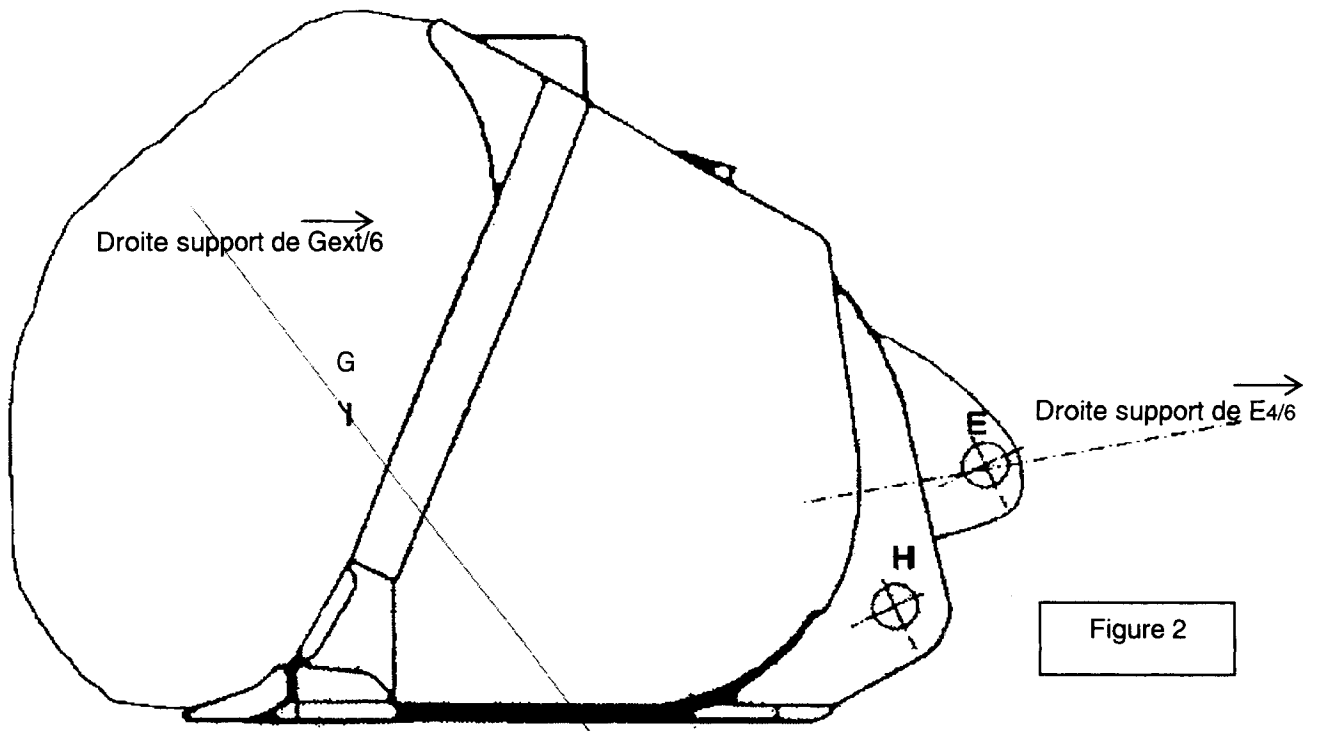

Figure 2
**Q16.** Sur le dessin figure 2, tracez la droite support de l'effort  $\vec{H}_{1/6}$ .